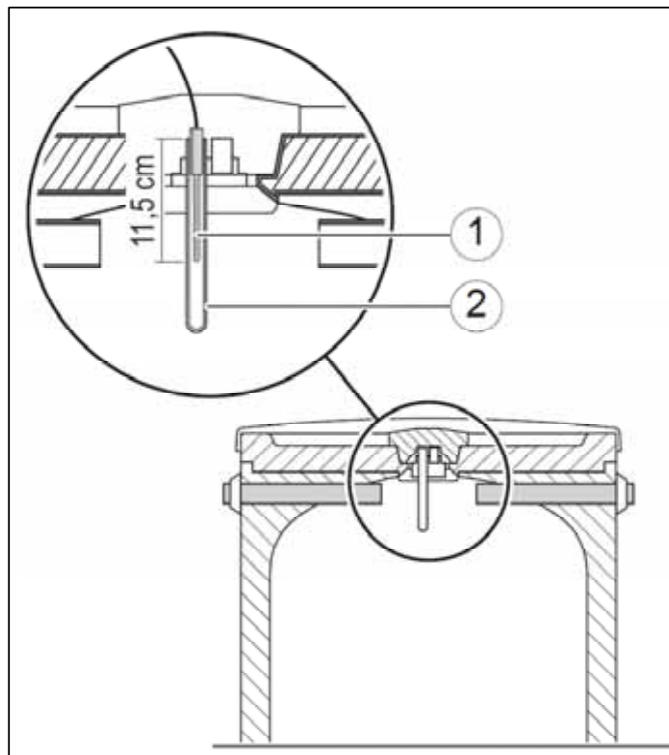

Bild 1
- **Achtung:** Um eine optimale Umströmung des Vorlauftemperaturfühlers T0 zu gewährleisten, darf bei den Pufferspeichern Logalux P200.5 und P300.5 der Temperaturfühler **maximal** 11,5 cm tief in die Tauchhülse der Messstelle 1 gesteckt werden (→ Bild 1, Seite 5/5).